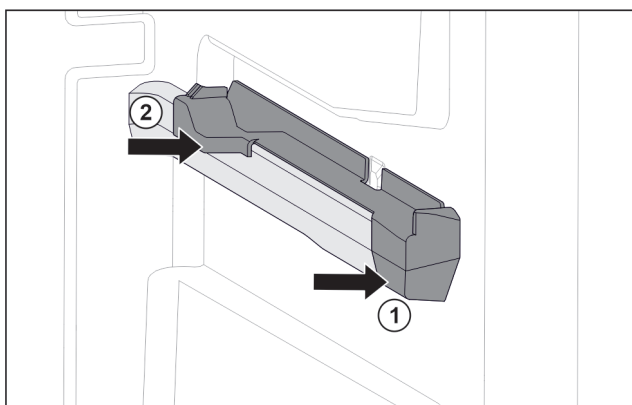

Fig. 94 Påsettsingsdel på høyre beholderribbe
- Sett på påsettsingsdel foran på beholderribben. Fig. 94 (1)
- Trykk på påsettsingsdel bak. Fig. 94 (2)